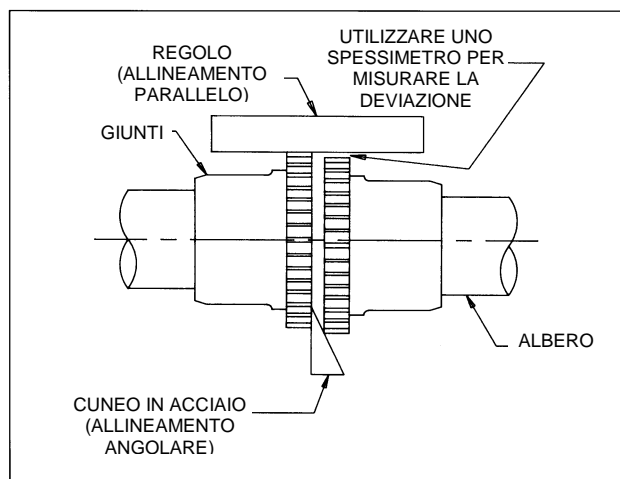

Figura 2
1. Allineare il giunto rispettando i limiti specificati dal costruttore per il disallineamento parallelo e angolare (vedi Figura 2). È possibile utilizzare anche un comparatore o un laser se si desidera una maggiore precisione di allineamento. Le regolazioni devono essere effettuate spostando il motore per cambiare l'angolazione dell'albero e con l'uso di spessori per modificare l'altezza dell'albero motore. Non spostare l'albero o il cuscinetto del ventilatore.